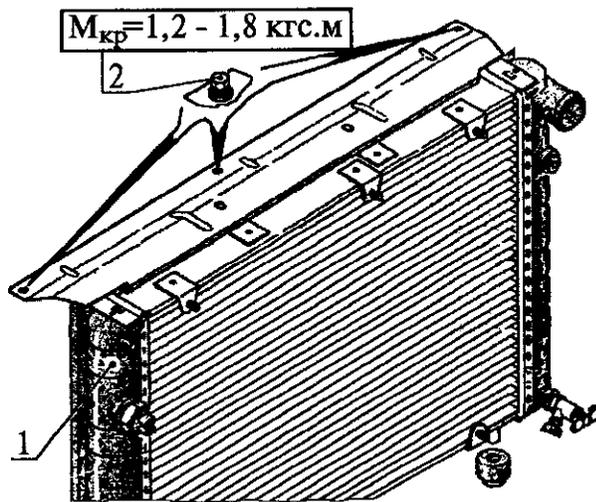

Рис. 39. Установка радиатора охлаждения на автомобиль ГАЗ-3110:
5.26. Установить радиатор 1 (рис. 39) охлаждения на автомобиль ГАЗ-3110 в последовательности, обратной снятию (см. п. 4.2).